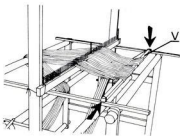

fig 16
On défait la boucle et le noeud du brin d'en-croix, en ayant soin de ne pas défait le brin d'en-croix lui-même. Une des baguettes de rouleau (V) est passée dans la première boucle de la chaîne. Le brin d'en-croix est maintenant tiré de la boucle où est la baguette (mais pas de l'autre boucle), et les bouts du brin d'en-croix sont noués aux bouts de la baguette, comme le montrent les flèches à figure 16. Le brin d'attache est alors coupé et oté.